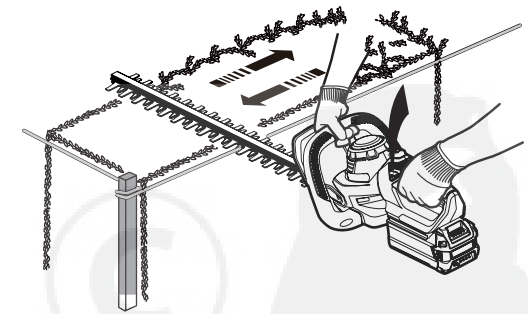
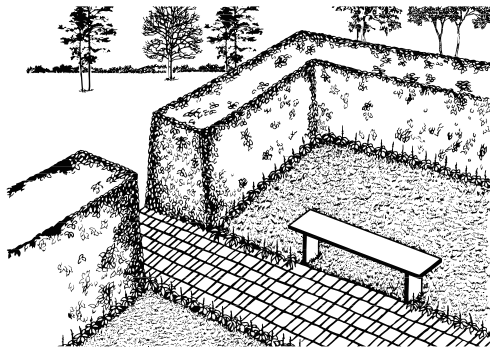

Fig. 5
Fig. 6
- Si vous souhaitez couper une haie de façon bien plane, nous vous recommandons d'utiliser de la ficelle : repérez d'abord le niveau auquel vous souhaitez tailler la haie. Tendez ensuite de la ficelle le long de la haie à ce niveau. Taillez juste au-dessus de la ficelle tendue, tel qu'illustré à la figure 5. Taillez également les côtés d'une haie de façon à ce que le dessus soit plus étroit (voir fig. 6). La coupe sera ainsi plus uniforme. Si les dents se coincent, arrêtez le moteur, attendez que la lame s'arrête et retirez la batterie avant d'essayer de retirer les éléments coincés dans les dents.